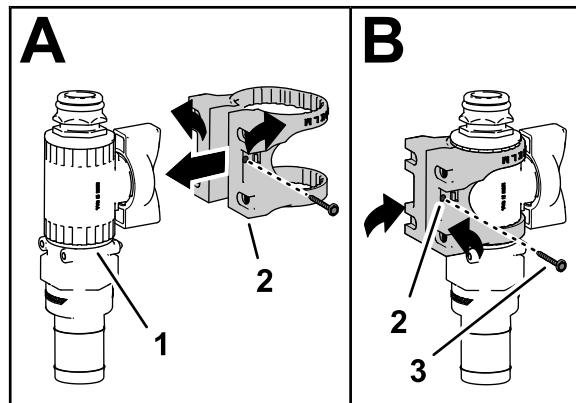

図 27
- 図 27のAに示すように、制御バルブにバルブマウントを組み付ける。
6. フランジヘッドねじ#6を使って、バルブマウントを制御バルブに固定し、ねじを手締めする図 27 のB。